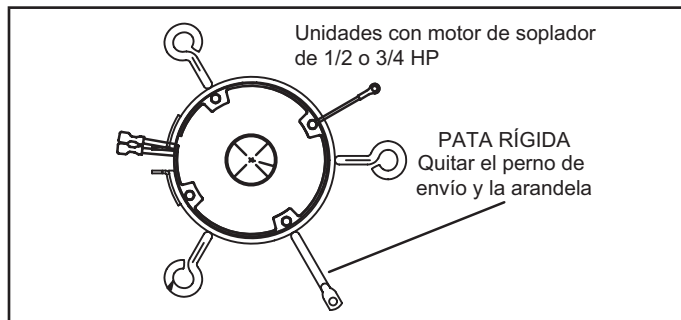

FIGURA 6
**NOTA:** Las unidades con motores del soplador de 1/2 o 3/4 HP están equipadas con tres patas flexibles y una pata rígida. Ver FIGURA 6. La pata rígida está equipada con un perno de envío y una arandela plana de plástico blanca (en vez de la arandela de montaje de caucho utilizada con una pata de montaje flexible). **Se debe quitar el perno y la arandela antes de poner el calefactor en funcionamiento.** Después de haber quitado el perno y la arandela, la pata rígida no tocará el alojamiento del soplador.